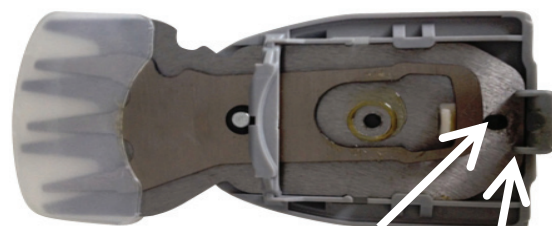
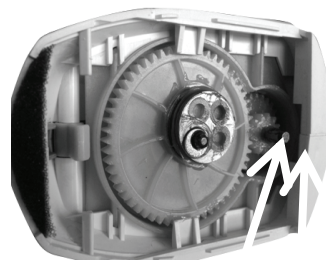

Fig. 1
Fig. 2
2. Para colocar la cuchilla para cortar pasto, deslice la lengüeta (ver Fig. 1) en la ranura (ver Fig. 2) de la caja. Alinee el pasador del engranaje (ver Fig. 2) con la ranura ovalada (ver Fig. 1) en la cuchilla para que encajen correctamente. Empuje la placa cubierta de la cuchilla hacia arriba (ver Fig. 3) hasta que escuche que encajó. La placa cubierta de la cuchilla estará sujeta a la unidad cuando esta se ponga en funcionamiento.